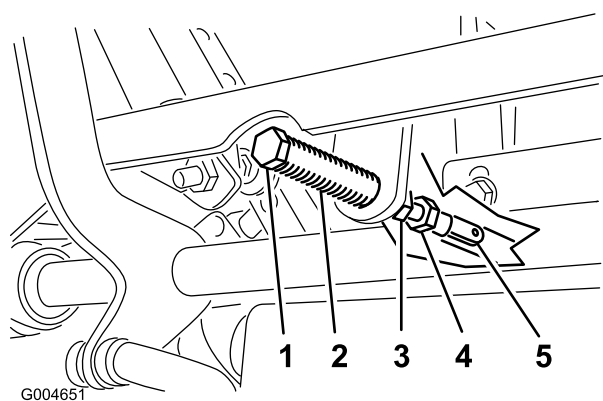

Figura 85
5. Tire hacia atrás de la palanca hasta que el pasador (en el brazo situado encima del eje pivotante) entre en contacto con el extremo de la ranura (empezando justo a tensar el resorte) como se muestra en Figura 85.
7. Si es necesario un ajuste, afloje la tuerca y la contratuerca contra la horquilla (Figura 85).
8. Aplique una ligera presión hacia atrás en la palanca de control de movimiento, gire la cabeza del perno de ajuste en el sentido apropiado hasta que la palanca de control esté centrada en posición de BLOQUEO/PUNTO MUERTO (Figura 85).
9. Apriete la tuerca y la contratuerca (Figura 85).
10. Apriete las contratuercas de las articulaciones esféricas (Figura 85).